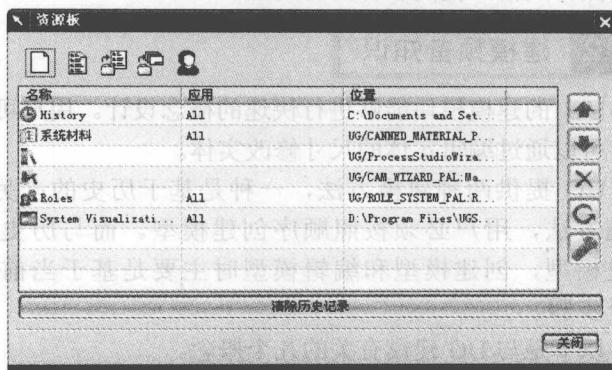

图 1-3 “资源板”对话框
(2) 资源板：单击该命令，弹出如图 1-3 所示的对话框。该对话框用于设置 UG 中所使用等各种资源存放的文件夹。